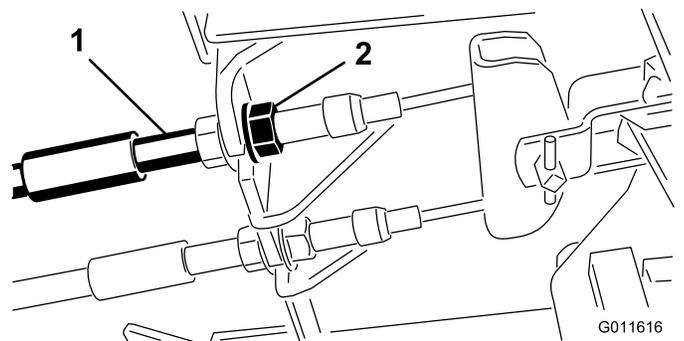

Рисунок 69
1. Чтобы уменьшить свободный ход тормозных педалей, затяните тормоза, ослабив переднюю гайку на резьбовом конце троса тормоза (Рисунок 69).